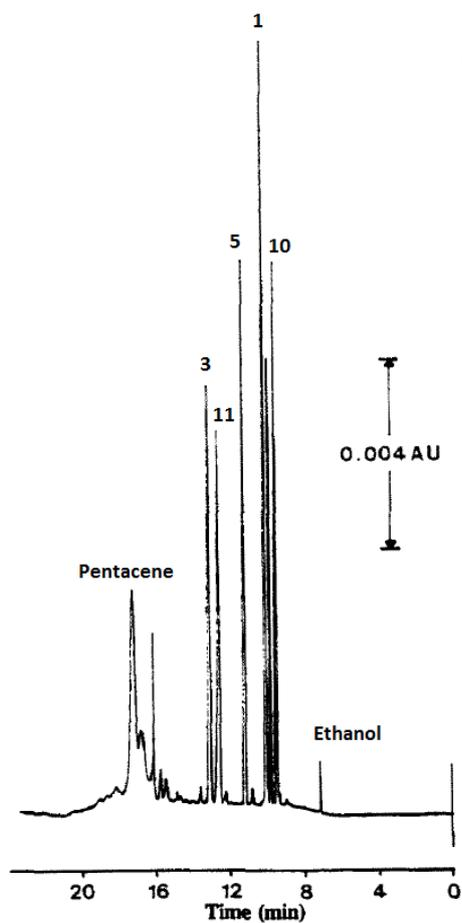

Figure 2 : Electrophorogramme obtenu en mode B.
- 10) Identifier le mode d'électrophorèse mis en œuvre figure 2.
- 11) Justifier pourquoi l'éthanol peut être considéré comme un marqueur du flux électroosmotique (figure 2) dans ces conditions et calculer vitesse et mobilité de ce flux.
- 12) Dans le cadre de la figure 2, faire un schéma sur lequel sera indiqué : l'anode (+), la cathode (-), l'extrémité d'injection, la fenêtre de détection, la nature de l'écoulement et la direction dans laquelle migre nos différents solutés en tenant compte de tous les phénomènes électrophorétiques. On insistera particulièrement sur le rôle du SDS.
- 13) Figure 2, donner le temps de migration du pentacène et que représente ce temps ? Dans ces conditions est-il possible qu'un soluté neutre présente un temps de migration supérieur à celui du pentacène ? Justifier et préciser la fenêtre des temps migration pour les composés neutres.
- 14) Justifier le choix du pH de l'électrolyte dans la figure 2.
- 15) Justifier l'ordre de migration des composés du tableau 1 dans la figure 2.
- 16) Toujours figure 2, que se passerait-il si on diminuait uniquement le pH à 2 ?